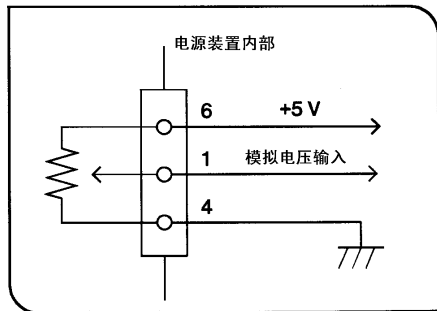

图 7
(3) 使用外接 VR 控制光强 (图 7)
- 1. 如图 7 所示, 连接 VR。